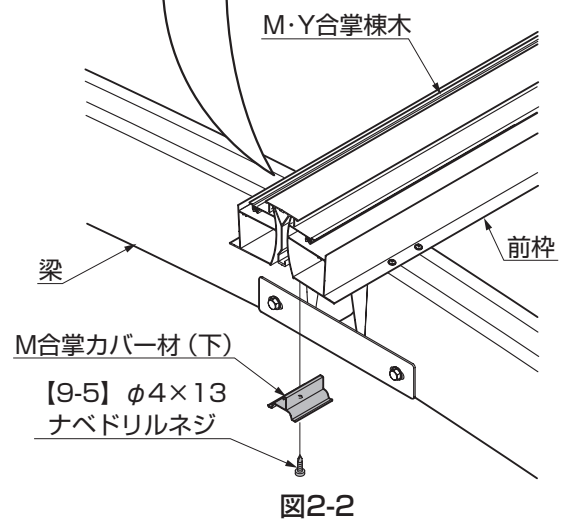

図2-2
- ② M・Y合掌棟木を前柵と前柵の間に乗せてM合掌カバー材(下)で固定してください。(図2-2参照)